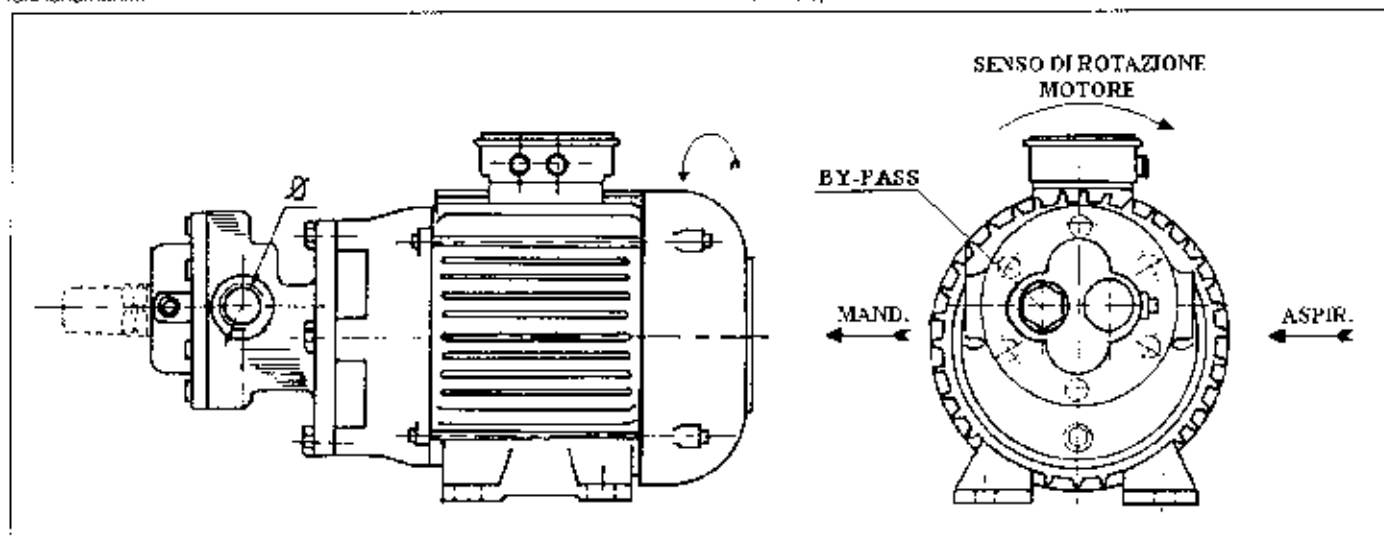

Fig. 2 - Senso di rotazione
- Senso di rotazione orario osservando la pompa dal lato opposto al motore; mandata sul lato sinistro, aspirazione sul lato destro (fig.2).